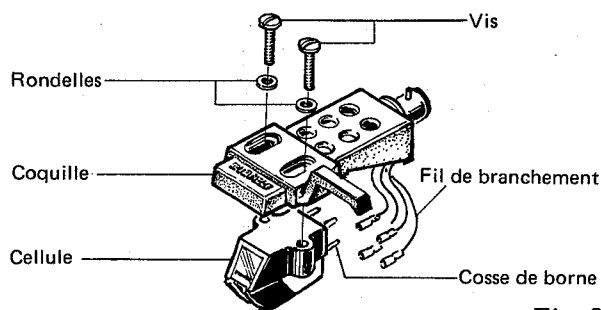

Fig. 3
3. Fixer temporairement la cellule sur la coquille en se servant des vis, des écrous et des rondelles (Fig. 3).